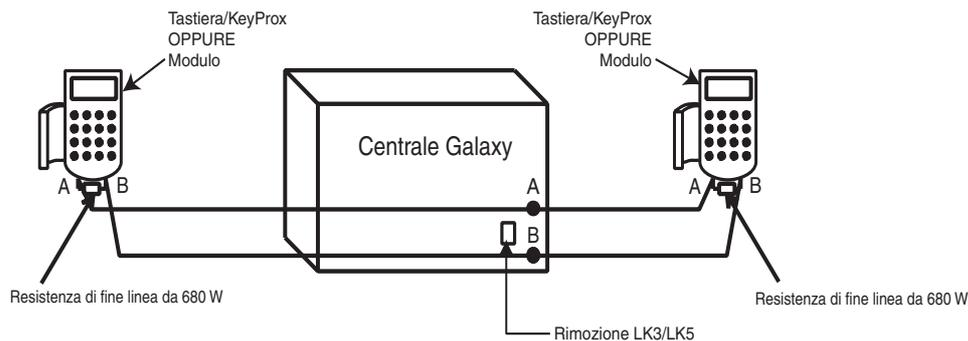

Figura 2-7. Configurazione a cascata di una doppia linea AB
5. La linea RS485 (**AB**) deve disporre di una resistenza da 680Ω tra i terminali **A** e **B** dell'ultimo modulo della linea. Se due linee sono collegate, alle due estremità devono corrispondere resistenze da 680Ω e il ponticello adeguato sulla PCB della centrale deve essere rimosso (fare riferimento alla Figura 2-7).